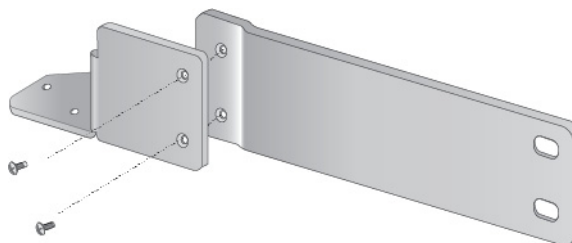

Рисунок 29. Крепление удлинителя к кронштейну
2. Прикрепите удлинитель к кронштейну при помощи винтов M4x6мм и крестовой отвертки, как это показано на рис. 29.